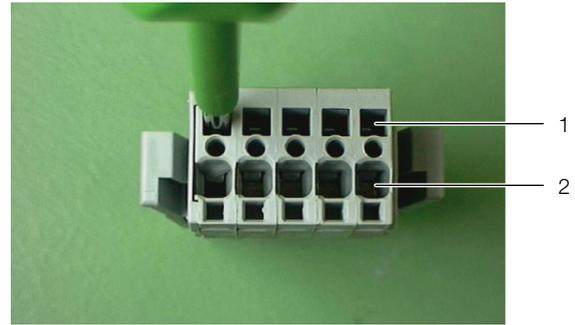

Abb. 72: Anschlussstecker – Rückseite
- Führen Sie einen geeigneten Schraubendreher (Klingengemäße 3,5 x 0,5 mm) in eine Betätigungsöffnung (Abb. 72, Pos. 1) ein und öffnen Sie die zugehörige Klemmstelle der Leitereinführung (Abb. 72, Pos. 2).